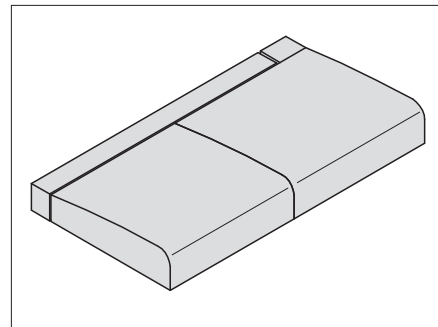
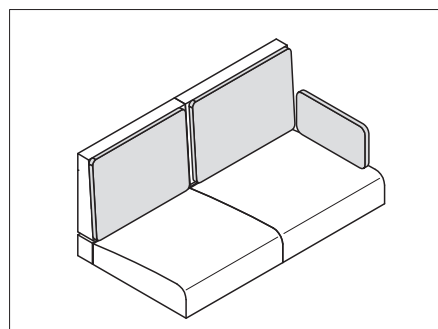

Fig. 205 Posizionamento dei sedili
Fig. 207 Cuscini per gli schienali
- Applicare i cuscini del divano, dello schienale e aggiuntivi come illustrato in Fig. 205 - Fig. 207.